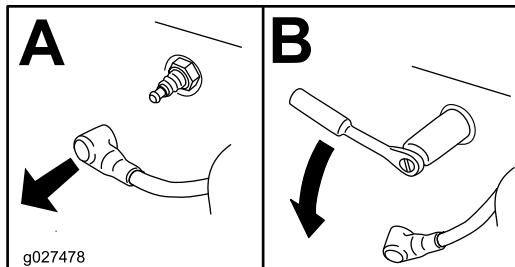

Bild 33
3. Nehmen Sie die Zündkerze heraus (Bild 33).